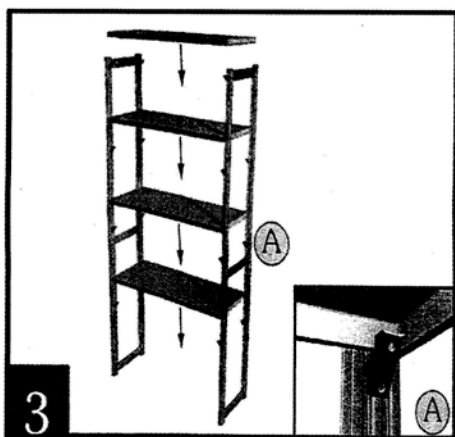

РИС. 3. Установка полок
3. Установите спаренные стойки (рамы) на расстоянии 700/1000/1200 или 1500 мм (в зависимости от типа размера полок) кронштейнами друг к другу, опустите полку на кронштейны, а за тем с усилием нажмите на край полки до полного зацепления. Тоже самое проделайте с другого края полки (рис. 3).